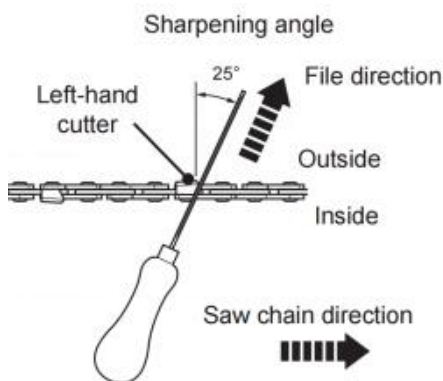

Fig. 74
5. Vijl onder een hoek loodrecht op de stang en onder een hoek van 25° ten opzichte van de rijrichting (Fig. 74).